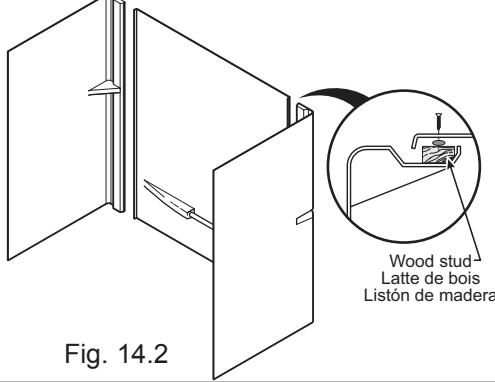

Fig. 14.2
**Three-piece wall surround:** Place the central section onto the wall and temporarily fix with adhesive tape. Position side panels and indicate their position on center section. Take off the three pieces, apply a silicone seal along the wood studs on each side of the center panel, assemble and screw center panel to side panels with supplied screws through the wood studs (see fig. 14.2).
**Contour de baignoire 3 pièces:** Fixer temporairement la partie centrale sur le mur avec du ruban adhésif. Placer les côtés et marquer leur position sur la partie centrale. Retirer les trois morceaux. Appliquer un cordon de silicone sur les lattes de bois fixées à l'arrière des murs de côtés et visser la partie centrale aux côtés en vissant à travers les blocs de bois. (Fig. 14.2).